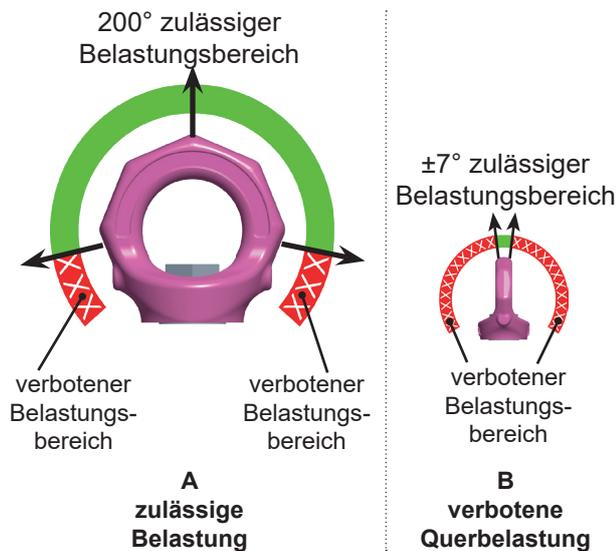

Abb. 1:
- Stellen Sie vor dem Einhängen des Anschlagmittels den Anschlagpunkt VRM in Krafrichtung ein (vgl. Abb. 1).